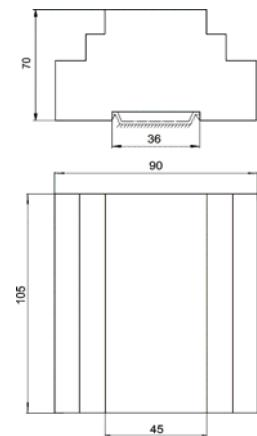

Рис. 1 Габаритные и установочные
- 3.41. Габаритные и установочные размеры БУАВР приведены на рис. 1.
- 4.4. Габаритные и установочные размеры БУАВР приведены на рис. 1.